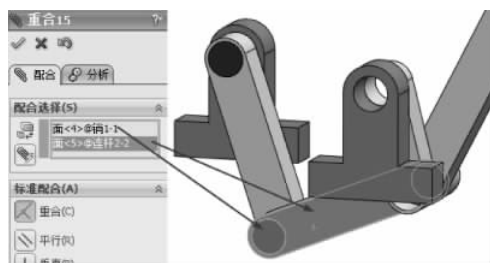

图 3-194 重合配合
(26) 继续配合约束,选择【标准配合】选项组下的【重合】配合类型 ,在【要配合的实体】选择框  中选择如图 3-194 所示的面,其他保持默认,单击【确定】按钮 ,完成重合配合。